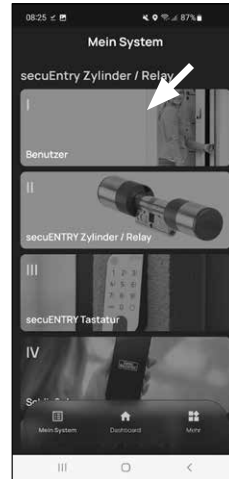

Abb. 2
- 2 Wählen Sie den ersten Menüpunkt „/ Benutzer“ aus (Abb. 2).